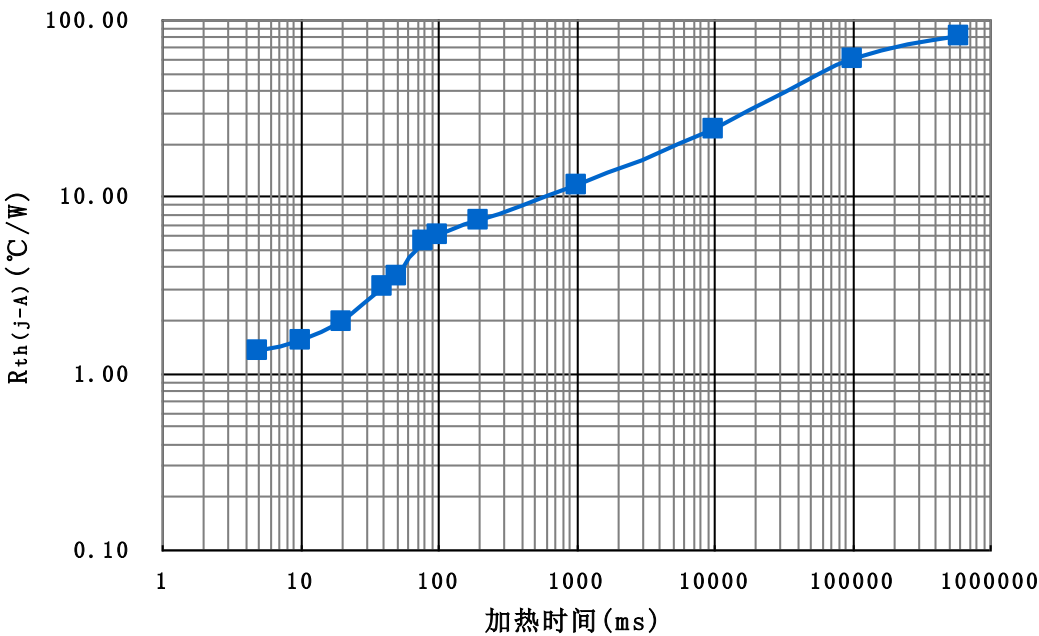

图 5 热阻曲线— $R_{th(j-A)}$ 与 t 关系曲线
6.2 图 5 为热阻曲线— $R_{th(j-A)}$ 与 t 关系曲线: